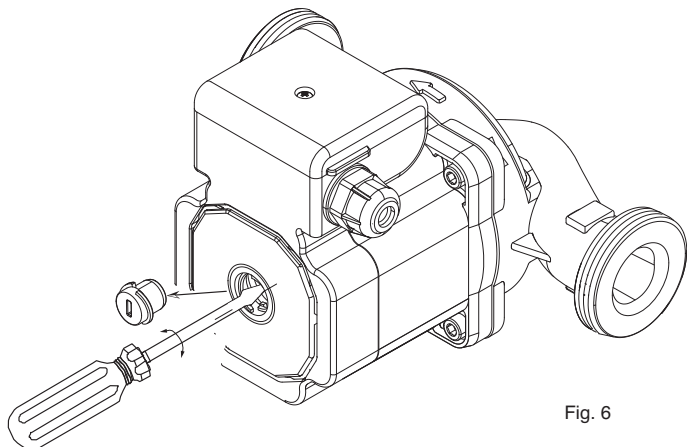

Fig. 6
- Sacar el tapón de purga y girar el eje bomba con un destornillador (fig.6);
Si la bomba permanece inactiva por largo período de tiempo, antes de poner en marcha el motor, controlar que el eje no esta bloqueado por incrustaciones, o por otras causas (fig.6).
- открутить выпускную заглушку и повернуть вал насоса с помощью отвертки (рис. 6);
Перед включением двигателя после простоя убедитесь в том, что вал не заблокирован наростами или по другим причинам (рис. 6).